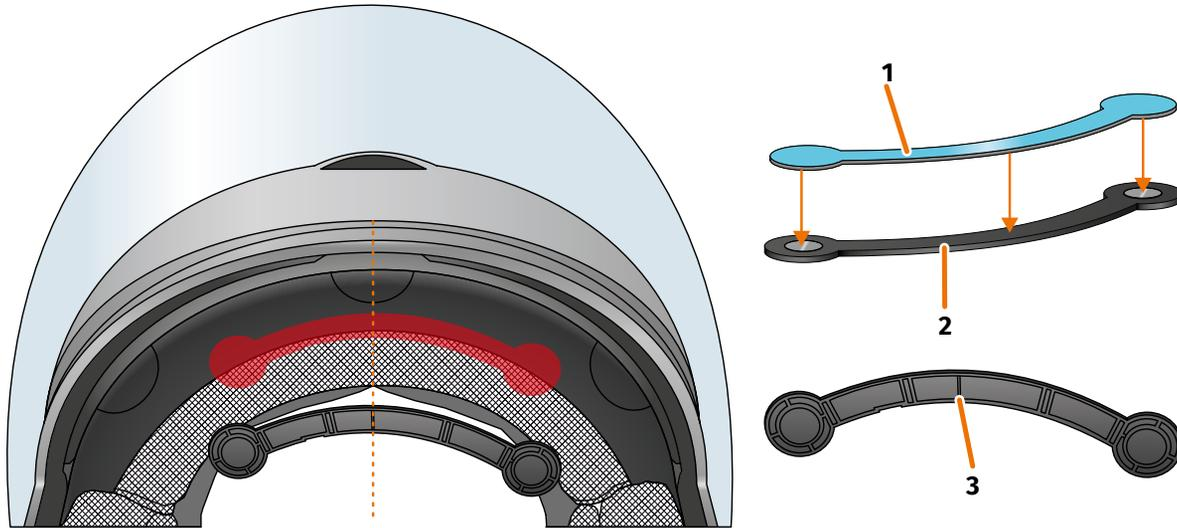

FIGURA 10: Pegar el adaptador de casco angosto con el pad adhesivo
2. Pega el pad adhesivo (FIGURA 10/1) en el lado del adaptador de casco donde se ven los imanes.
3. Coloca el adaptador de casco (FIGURA 10/2) en la zona del casco que corresponde a la frente, entre la calota interior y la calota exterior (FIGURA 10/marca roja). La marca de la cara inferior del adaptador de casco (FIGURA 10/3) debe situarse sobre una línea imaginaria que va del centro del casco al centro de tu cara (FIGURA 10/línea de trazos). Asegúrate de que el adaptador de casco no choque con la visera.